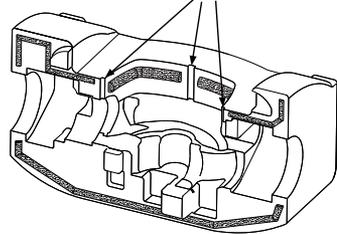

Fig. 5 La aplicación de sellador (áreas de los puntos indican sellador)
2. Aplicar un sellador de base de silicona que sea prueba de agua, calor resistente, a la cáscara aislamiento. Tener cuidado de no bloquear, los lloraderos de las cáscara aislamiento mientras se aplica el sellador. Si no se siguen los procedimientos adecuados por de ubicación sellador podría dañar el motor y /o la cáscara aislamiento. Ver a fig. 5 por lugares adecuados para la aplicación del sellador.